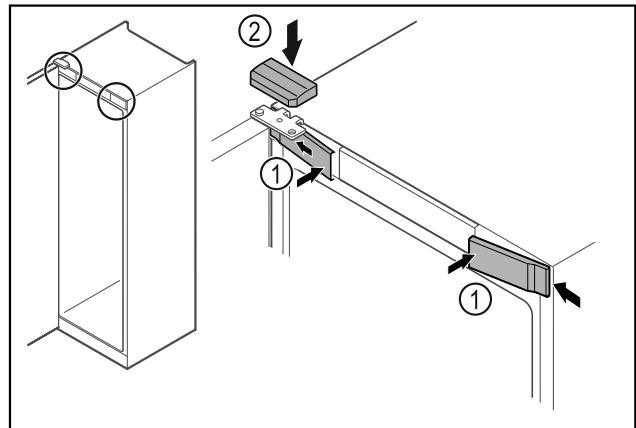

Fig. 49 *
- ▶ Bočno zakvačite prednje poklopce Fig. 49 (1) i uglavite ih.*
- ▶ Uglavite gornji poklopac Fig. 49 (2) odozgo.*